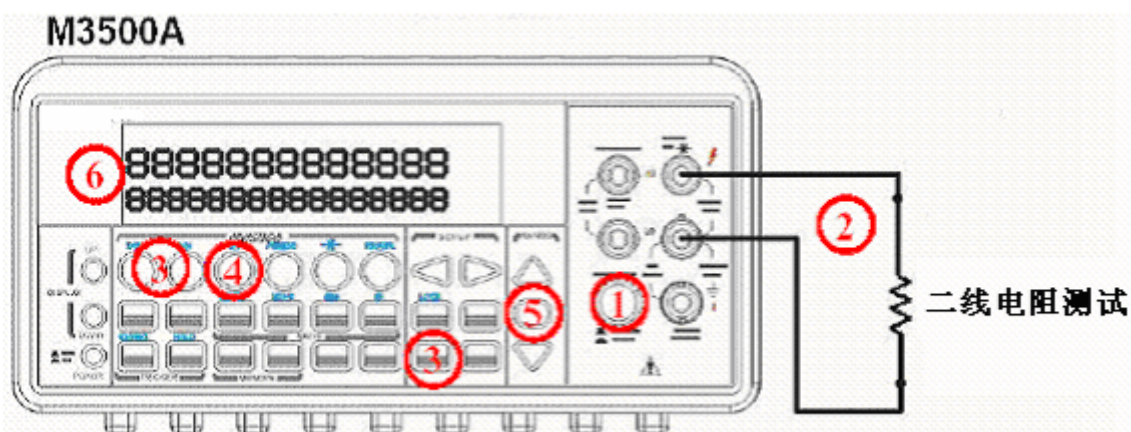
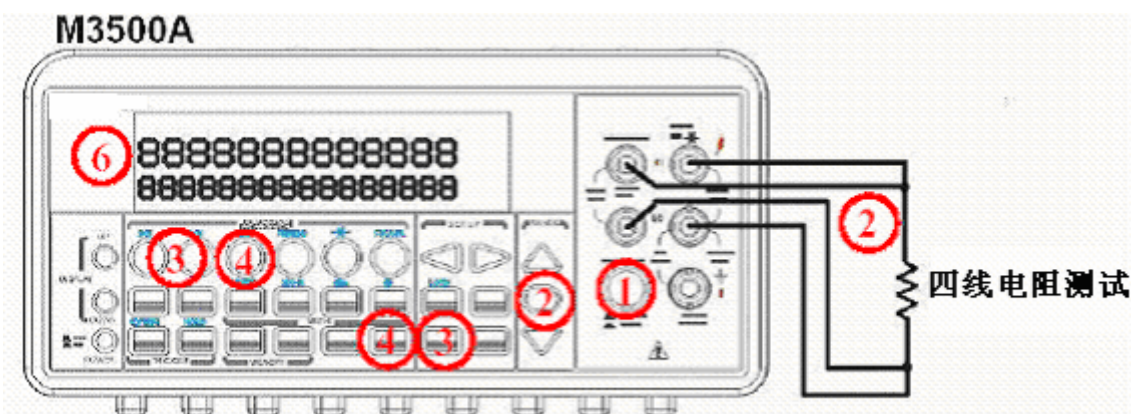
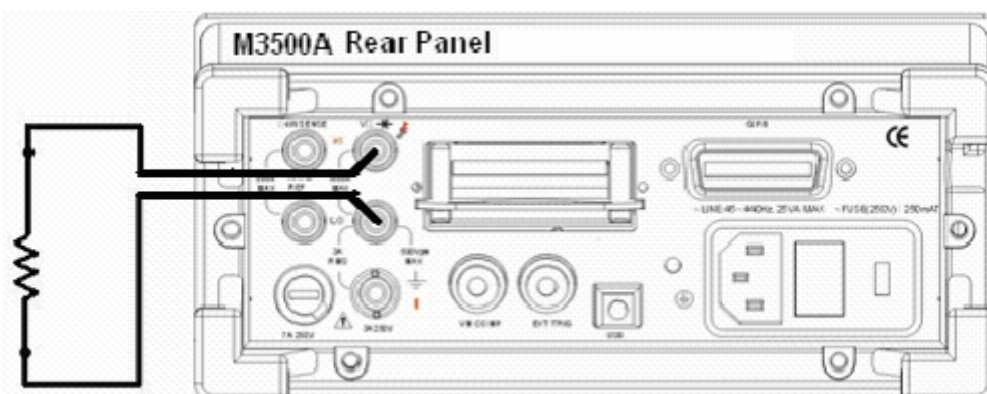
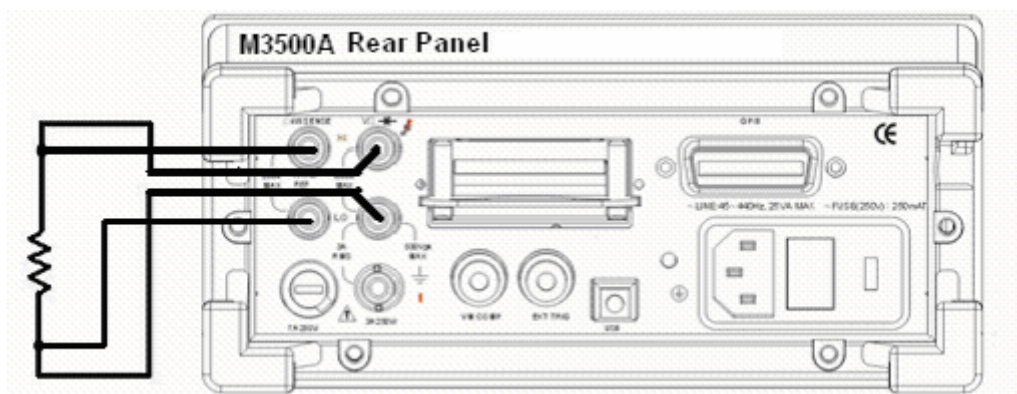

图 2-6
图 2-7
图 2-8 二线电阻测量
图 2-9 四线电阻测量
- 2、按图2-6(2线测电阻)或图2-7(4线测电阻)连接测试探棒；如需要由后面板输入，请参考图2-8和图2-9；
- 3、按 2 键进行2线电阻测量，或按 $\text{SHIFT} + \text{2}$ (4) 键进行4线测电阻；
注意：后面板测试的方法如同前面板，如图 2-8 和 2-9 所示。